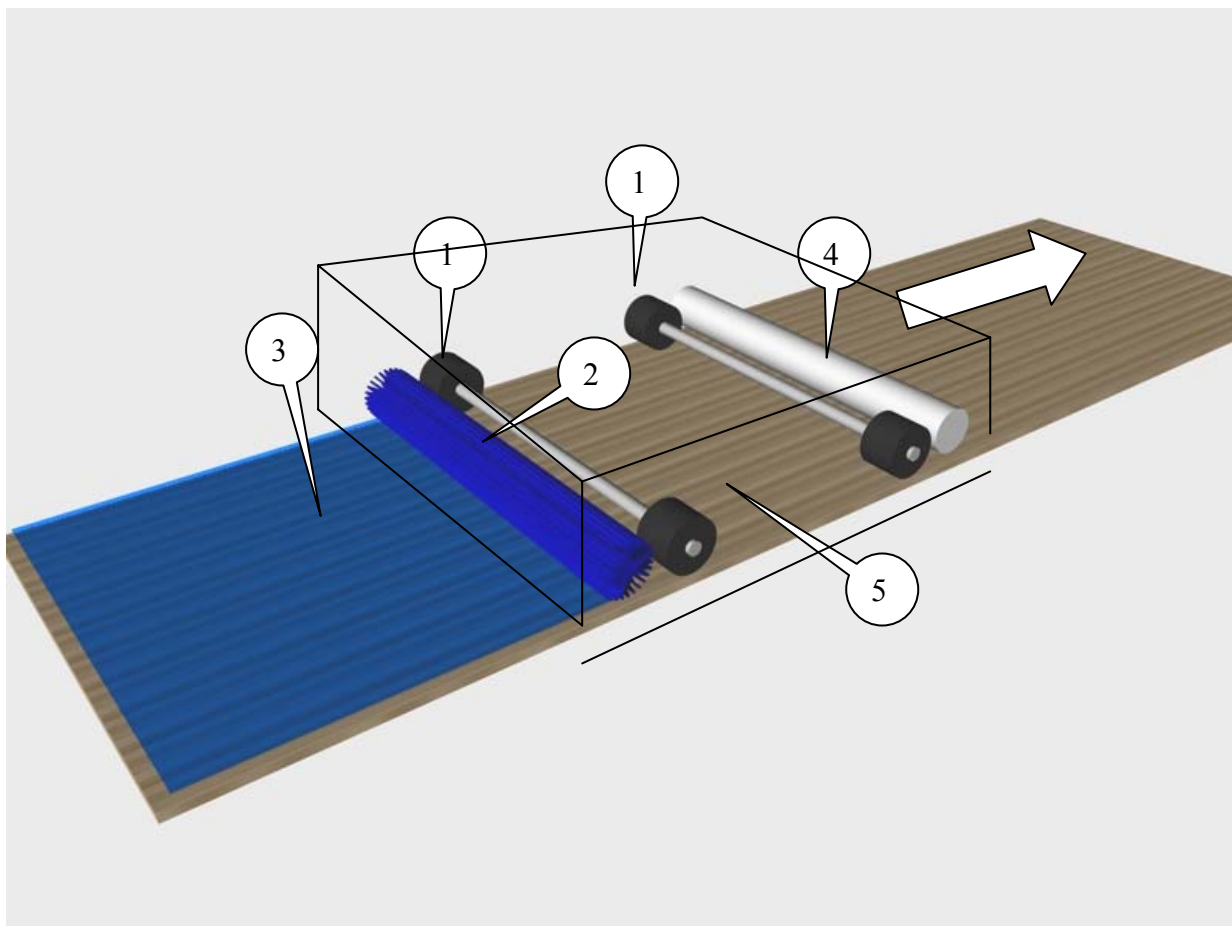

Рисунок 4.
На рисунке (рис.4) условно изображены, ведущие колёса машины (1). Обратите внимание, что колёса расположены по краям дорожки (5). Сзади колёс буферная волосяная щетка (2) которая переносит масло на дорожку (3). Спереди, дастерная лента (4).